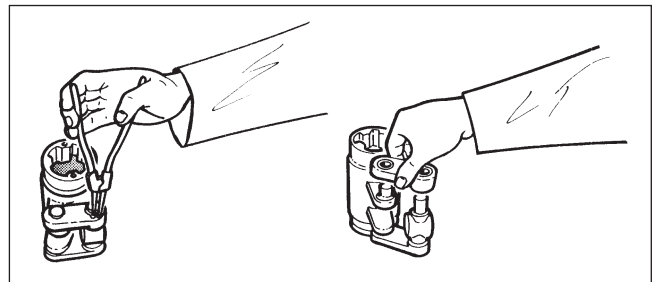

Fig. 14 Dépose du mécanisme
- Enlever les circlips (36) et les rondelles (37) (cf. figure 14).
- Desserrer les biellettes (4) et la bague (4A), les nettoyer, et vérifier l'état des paliers lisses (20 et 21).